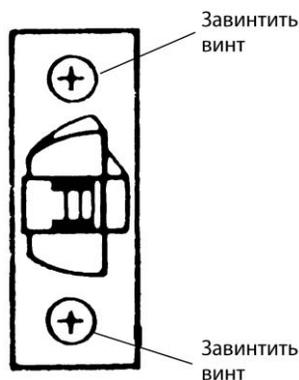

Рис. 8.6. Установка защелки (С разрешения компании Simplex Access Controls Corp.)
4. Вставлять защелку в отверстие в крае двери глубиной 1 дюйм до тех пор, пока лицевая пластинка защелки не окажется заподлицо с краем двери. Зафиксировать лицевую пластину защелки двумя винтами с крестообразными головками, которые есть в комплекте поставки (рис. 8.6).